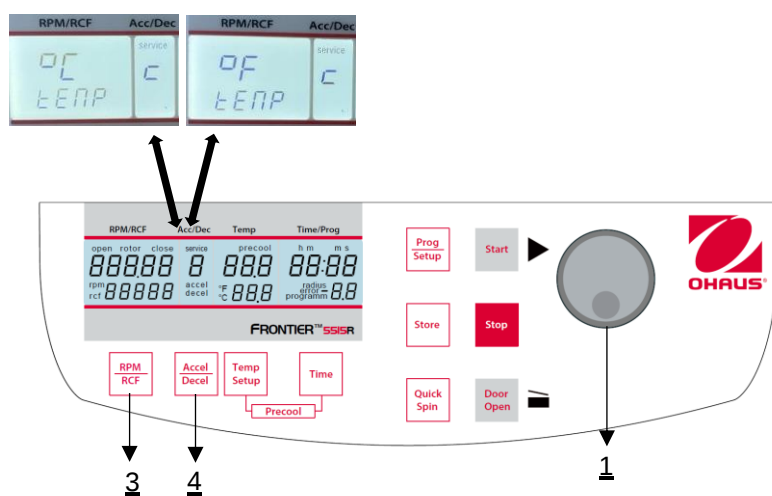

Abbildung 31
Gehen Sie wie unter Punkt 4.1.1 beschrieben vor, um in diesen Programmmodus zu gelangen und drücken Sie dann die Taste **"Accel/Decel"** (4). In der Anzeige **"Acc/Dec"** (A-2) blinkt das Wort **"Service"** (M12). Wählen Sie nun mit dem Einstellknopf (1) den Buchstaben **"C"** aus. Daraufhin erscheint in der Anzeige **"RPM | RCF"** (A-1) der Text "CELSI/temp". Wenn Sie die Taste **"RPM | RCF"** (3) drücken, blinkt das Wort **"°C"** und Sie können die Anzeige mit dem Einstellknopf (1) in Fahrenheit **"°F"** ändern (siehe Abbildung 31).